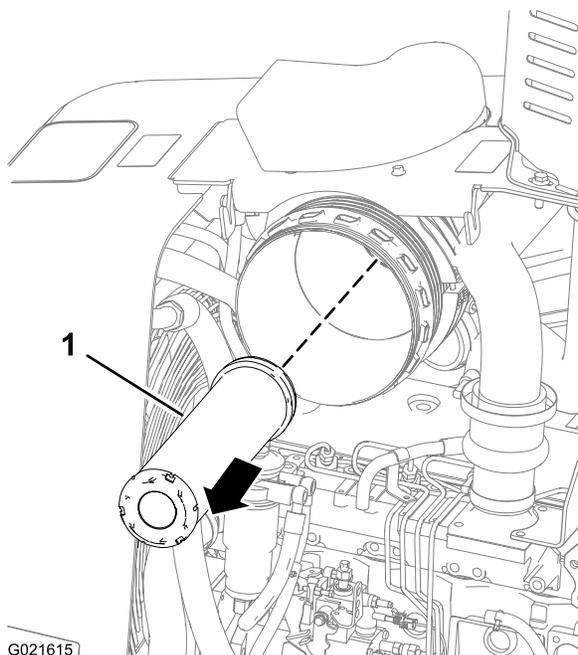

Figura 51
Puxe o elemento filtrante secundário para fora, removendo-o do corpo do filtro de ar (Figura 51).
4. Introduza o novo elemento filtrante secundário no corpo do filtro de ar (Figura 51).